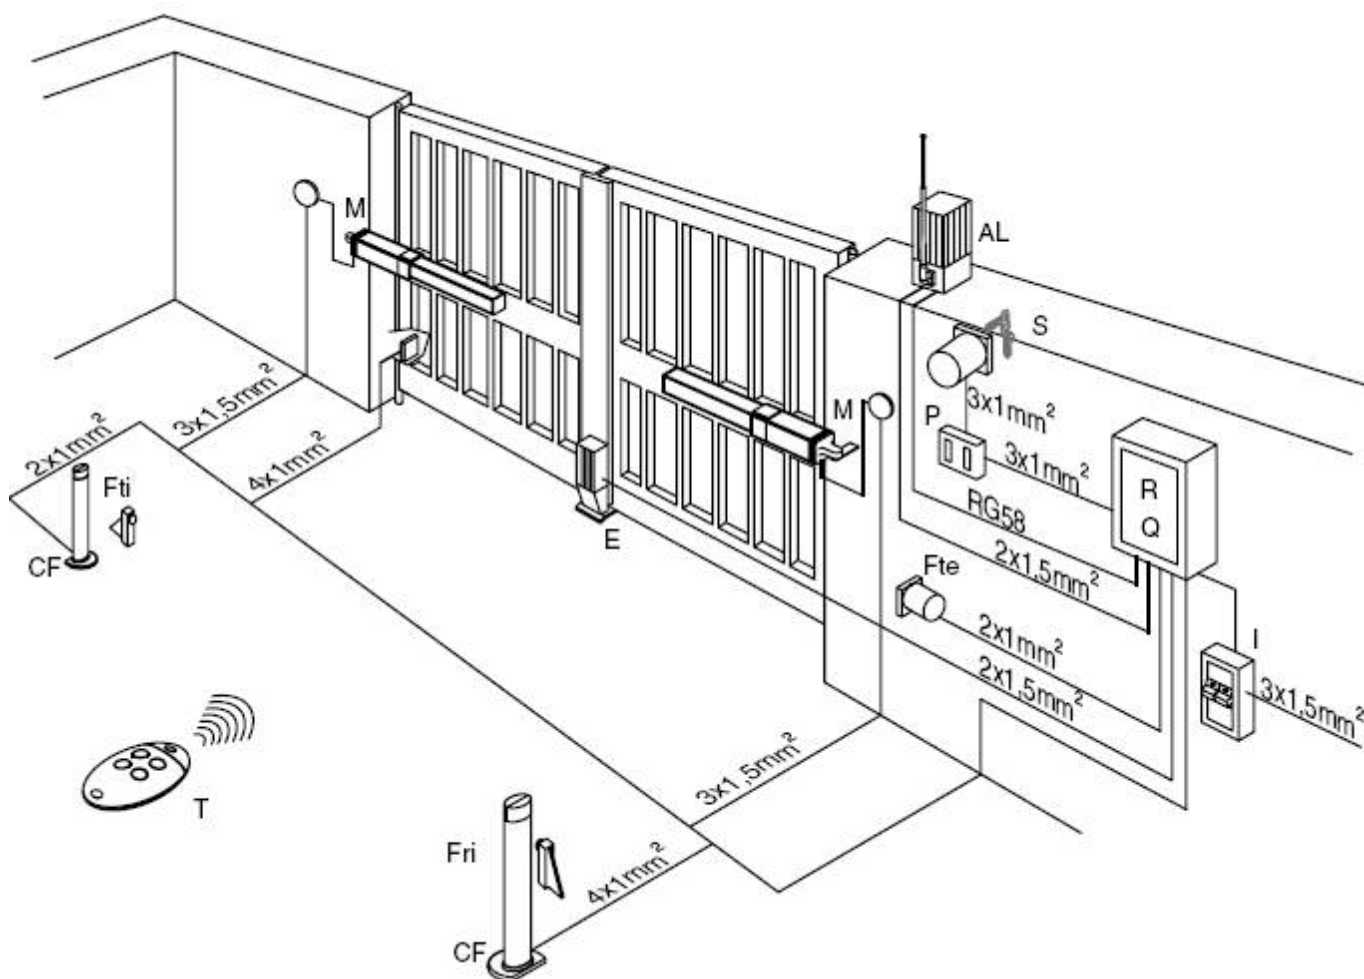

рис. 13
5. Расположение блоков электроники (рис.13).
На рис. 13 схема платы модели ARIES
Сечения и количество электрических кабелей указаны на рис.13.